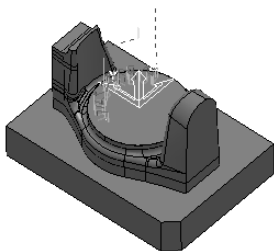

图 2-114 生成的刀具路径
10) 在“参考线精加工”对话框中单击“应用”按钮和“接受”按钮，确定参数并退出对话框，生成的刀具路径如图 2-114 所示。